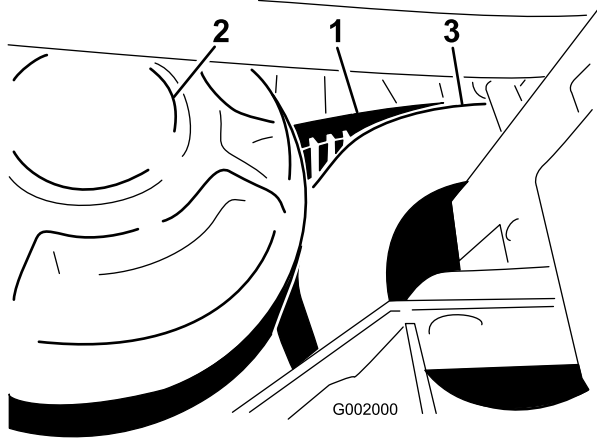

図 66
1. 二次クラッチを回しながら二次クラッチ部分でベルトを外す(図 66)。